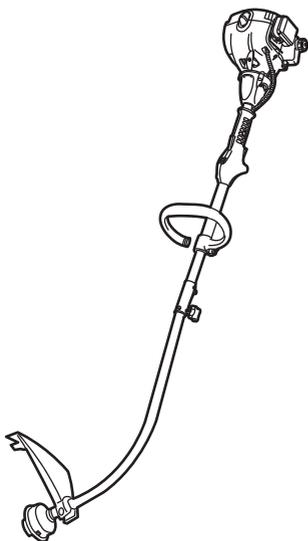

Fig.10c
- > Réglez à 0° pour de la pelouse sur sol plat (fig. 10c), et à 90° ou 180° pour de la pelouse située près des murs et sur les bordures (fig. 10b et 10d).